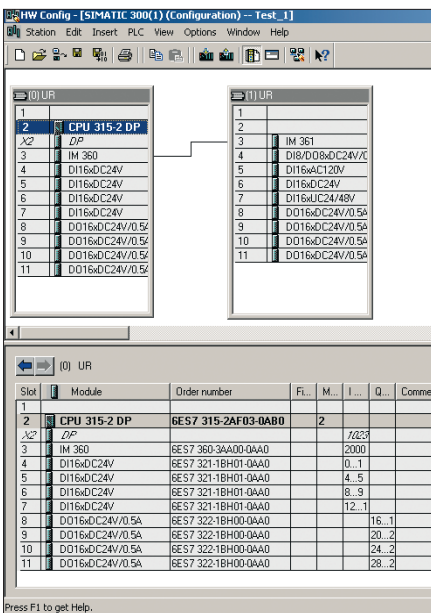

Рис. 2. Установка более 8 модулей расширения для ПЛК серии 300V
- Добавьте две рейки 300 **Insert Object** → **Simatic 300** → **Rack 300** → **Rail**. В первую рейку (0) UR (рис. 2) включите ЦПУ модуль CPU 315-2DP (6ES7 315-2AF01-0AB0).
- Вставьте модуль IM360 (или IM365) в 3-й слот первой рейки, а модуль IM361 (или IM365) — в 3-й слот второй рейки (рис. 2).